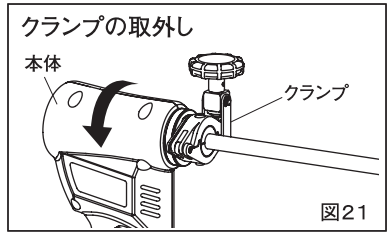

図21
(3) パイプ取外し
- ①クランプに本体を取付けた時と反対の手順でクランプから本体を外してください。(図21)